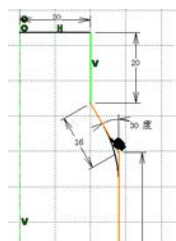
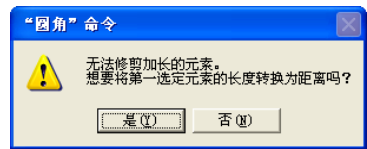
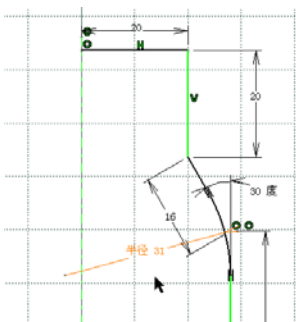

图 2-45 选中另外一个边后出现的倒角
图 2-46 【“圆角”命令】消息框
图 2-47 调整半径后的倒角
些倒角也可以在旋转成实体后进行，前面几节的例子就是如此。选中右边第一和第二竖线，如图 2-44 和图 2-45 所示，因为已经设置的一条线的长度，在加倒角时，线的长度要发生变化，所以会出现【“圆角”命令】消息框，询问是否要改变线的长度，如图 2-46 所示，单击【是 (Y)】按钮。添加倒角后图形如图 2-47 所示。